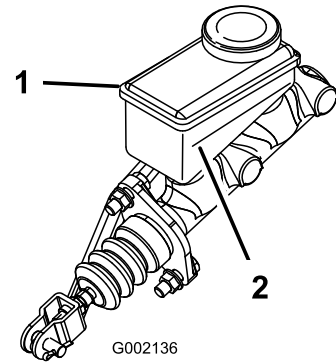

图 18
- 观察油箱侧面的油位线图 18。
- 向油箱添加 DOT 3 刹车油直至液位到达最低标志线上方图 18。